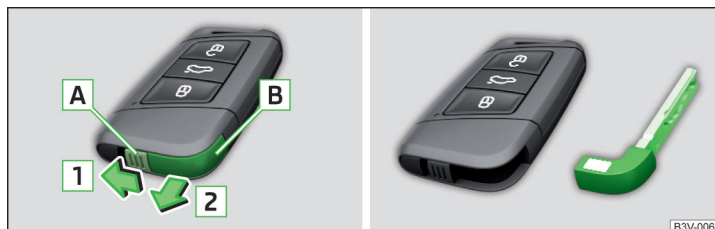

Fig. 355 Sortez la clé d'urgence
- Déverrouillez l'ergot de retenue **A** dans le sens de la flèche **1** et retirez la clé d'urgence dans le sens de la flèche **2** » fig. 355.